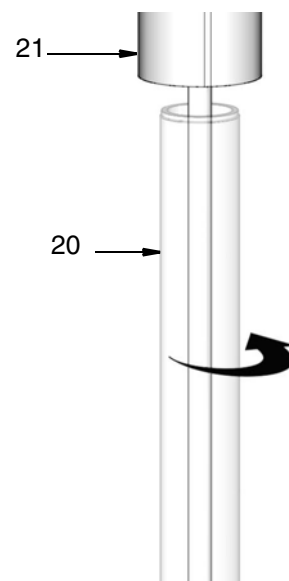

图 15
6. 在活塞密封 (22*) 上抹上薄薄一层润滑脂。将下管 (20) 重新安装到泵底座 (21) 中。用 100 至 105 英尺磅 (135.6 至 142.4 牛·米) 的扭力拧紧 (图 15)。